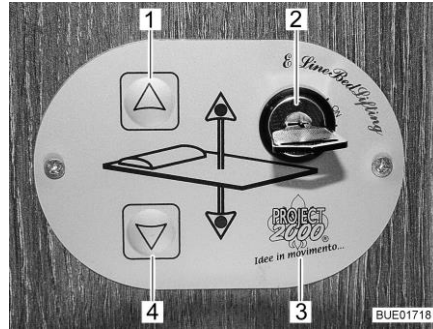

Bild 105 Kontrollenhet
**Kontrollenhet** Med knapparna (Bild 105,1 och 4) på kontrollenheten (Bild 105,3) sänks och lyfts den höjbara sängen. Med nyckelbrytaren (Bild 105,2) säkras kontrollenheten mot obehörig användning.
- Vrid nyckeln i nyckelbrytaren (Bild 105,2) 90° medurs på ställningen "On". Kontrollenheten (Bild 105,3) är aktiverad.
- Tryck på pilknappen (Bild 105,4) och håll den så länge intryckt till den höjbara sängen sänks ned till önskad position.
- Tryck på pilknappen (Bild 105,1) och håll den så länge intryckt till den höjbara sängen lyfts fram till gränsställningen.